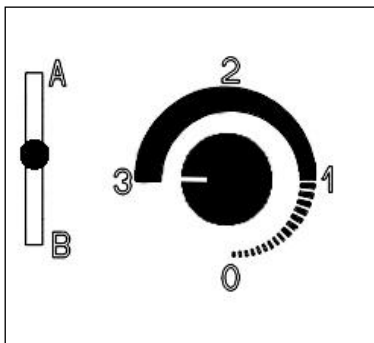

Fig. 1: Accensione e Ricaricamento del Combustibile
- Scorrere la leva di selezione al centro per aprire l'ignition Booster (presa d'aria d'accensione) (vedi fig 1, pagina 30).
- Ricaricare solo quando rimane unicamente la brace. Scorrere la leva di selezione al centro e regolare la manopola al massimo (vedi fig 1, pagina 30). Lasciare questa regolazione per qualche minuto prima di aprire lo sportello.